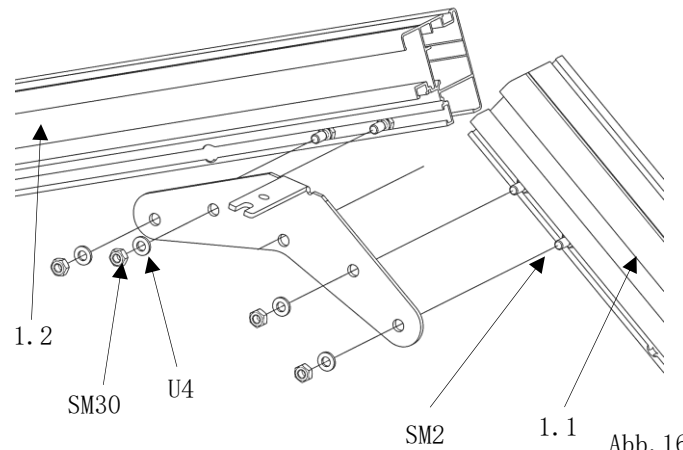

Abb. 16
- es muss sichergestellt werden, dass der Firstverbinder korrekt ausgerichtet ist, bevor die Verschraubungen handfest angezogen werden. (Abb.16)